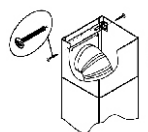

рис. 8
- Выдвиньте верхнюю фальштрубу, навесьте ее на кронштейн (рис. 8) и закрепите винтами.